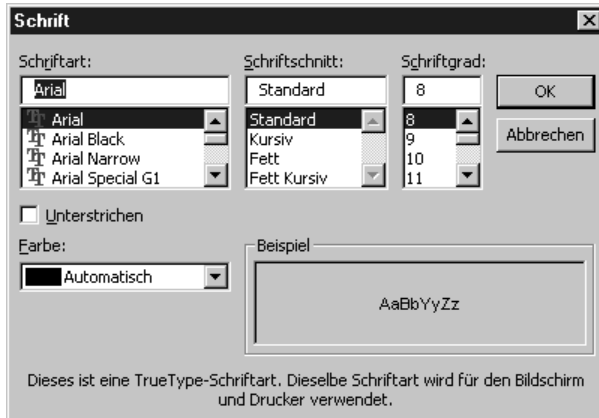

Abbildung 9.1:
2. Wählen Sie **FORMAT, SCHRIFT** für das Öffnen des Schrift-Dialogfensters (siehe Abbildung 9.1)